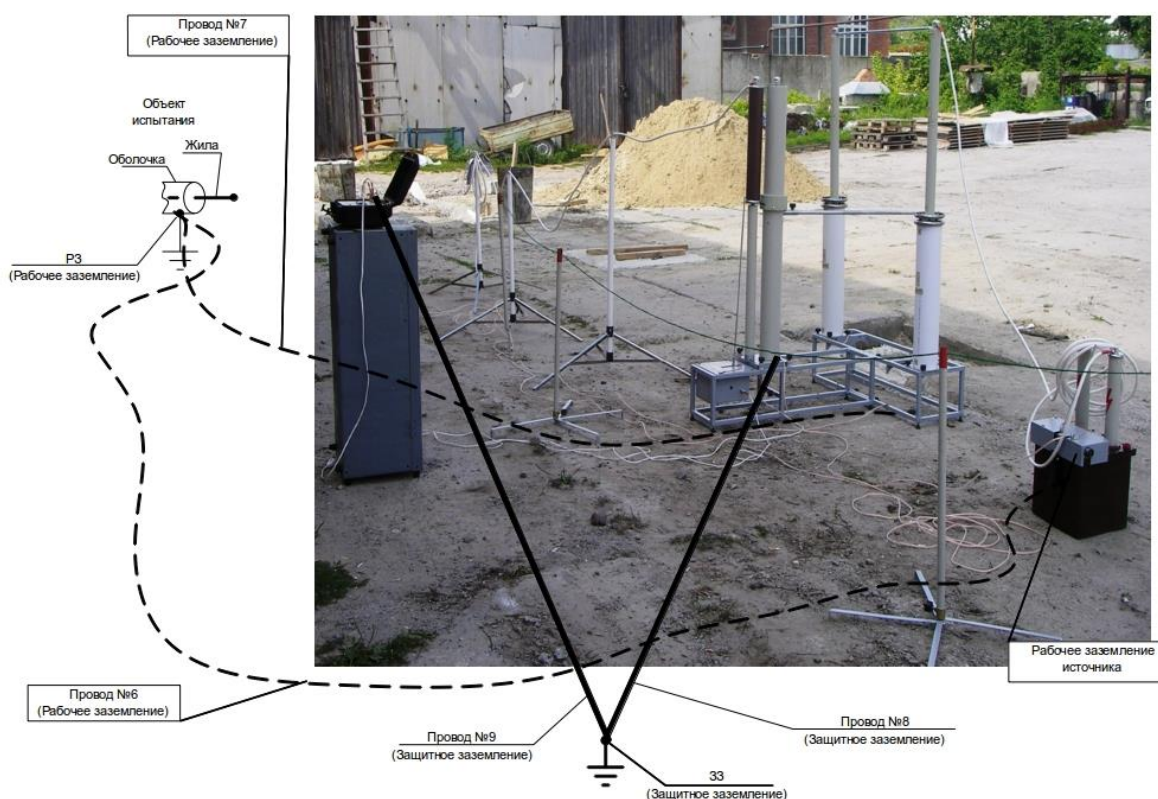

Рис.3. Схема заземления.
- надёжно заземлить блок управления и другие элементы схемы гибкими медными проводами сечением 6мм^2 , прилагаемыми к аппарату. Каждый блок или элемент должен заземляться на шину заземления отдельным проводником. Схема подключения заземлений показана на рис.3.
Такая схема заземления обеспечивает прохождение рабочих импульсных токов по проводам №4 и №5 и по рабочему заземлению источника (см. рис. 3), а по проводам №3, №6 (см. рис. 3) эти токи проходить не будут. Это обеспечит отсутствие перенапряжений на блоке управления и на коммутаторе.